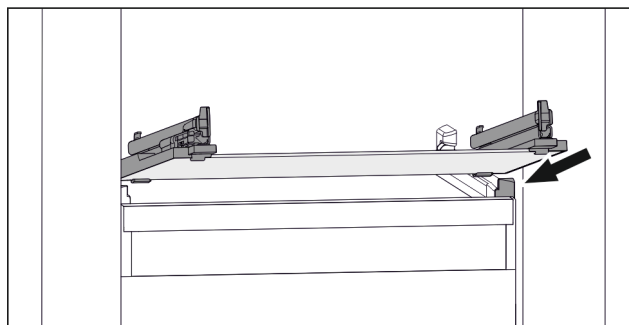

Fig. 51 Beispielhafte Darstellung der Glasplatte
- Glasplatte schräg hinter den Stoppern aufsetzen. (zie Fig. 51)